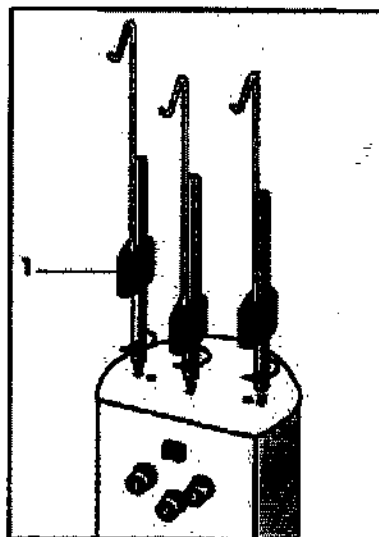

Рис. 3.7.
10. Прикрепите держатели мешков. Прочно закрепите их по часовой стрелке (см. рис. 3.7), высота штативов может быть отрегулирована нажатием на хомуты (см. рис. 3.7).